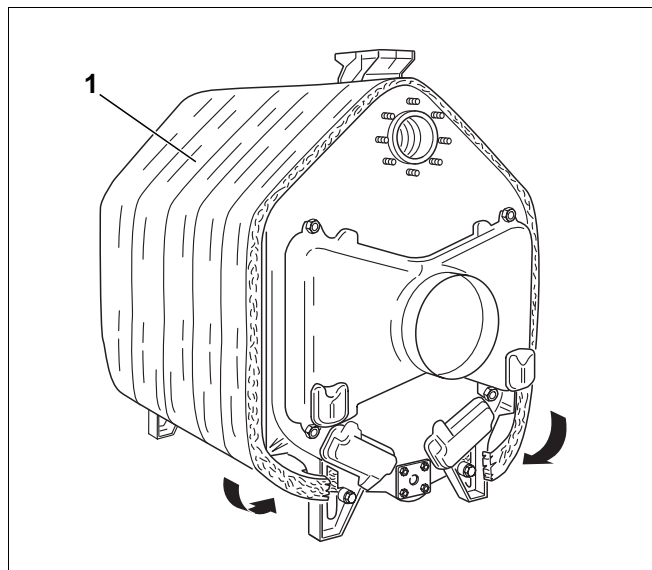
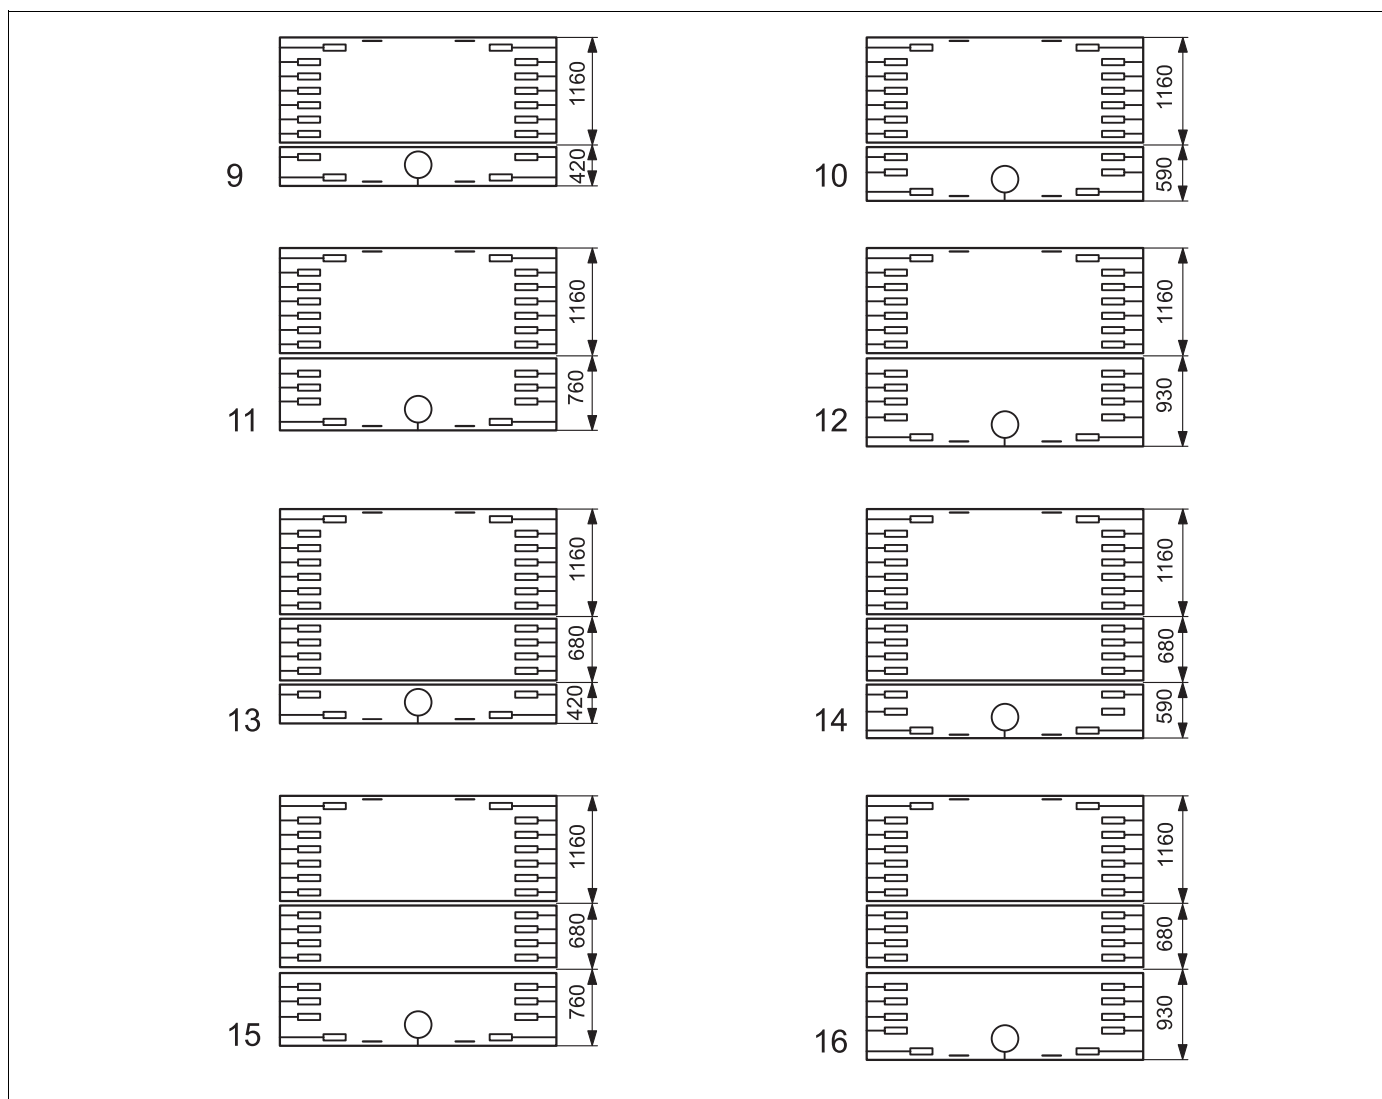

Fig. 34
Fig. 35
- Den medfølgende isolasjonen (fig. 34, **pos. 1**) passer til kjelstørrelsen. Isolasjonen skal monteres på kjelblokken som vist i skjemaet i fig. 35 (sifrene på venstre side av kjelene, som er tegnet ovenfra, angir antall kjelelementer).